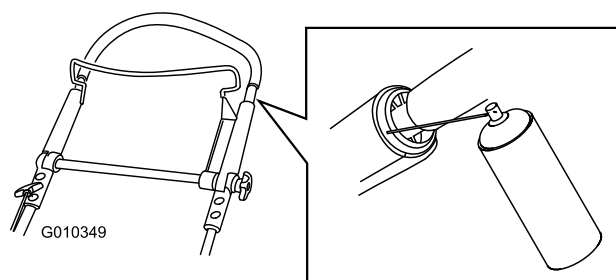

Figura 18
1. Spruzzate il prodotto sull'estremità esterna di plastica della parte interna della stegola (Figura 18).